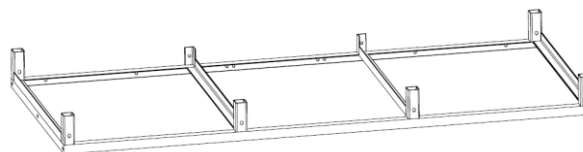

Рис. 2
2. На ровную поверхность укладывается настил передней площадки (поз. 2) в перевернутом состоянии (рис. 2).